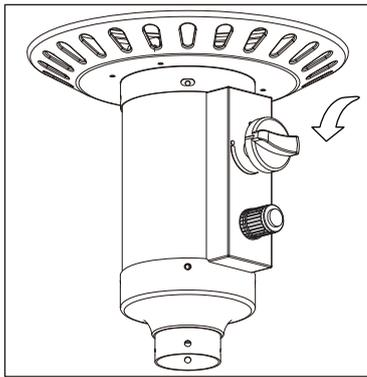

Figura 1
2. Presione y gire la perilla de control a la posición HIGH (máximo) (en sentido contrario al de las agujas del reloj 90°). (Figura 1)